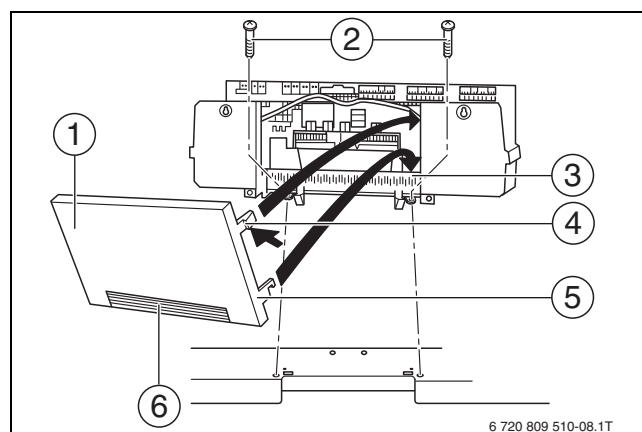

Рис. 22 Крепление Logamatic 4000
- ▶ При необходимости выломайте или вырежьте заглушку (→ рис. 22, [6]) на задней стенке [1].